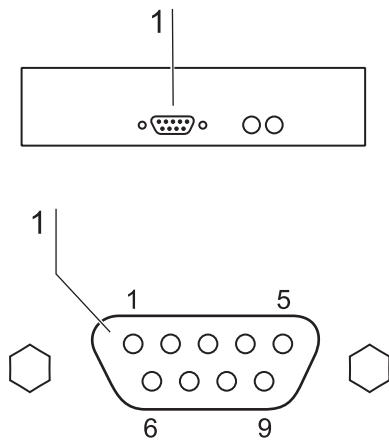

Abb. 12
2. **Abb. 12:** Den Stecker des seriellen Schnittstellenkabels (nicht Bestandteil des Lieferumfangs) in die Steckdose [1] an der Versorgungsschnittstelle des Gerätes an der Gerätefrontseite am Schaltkasten stecken.